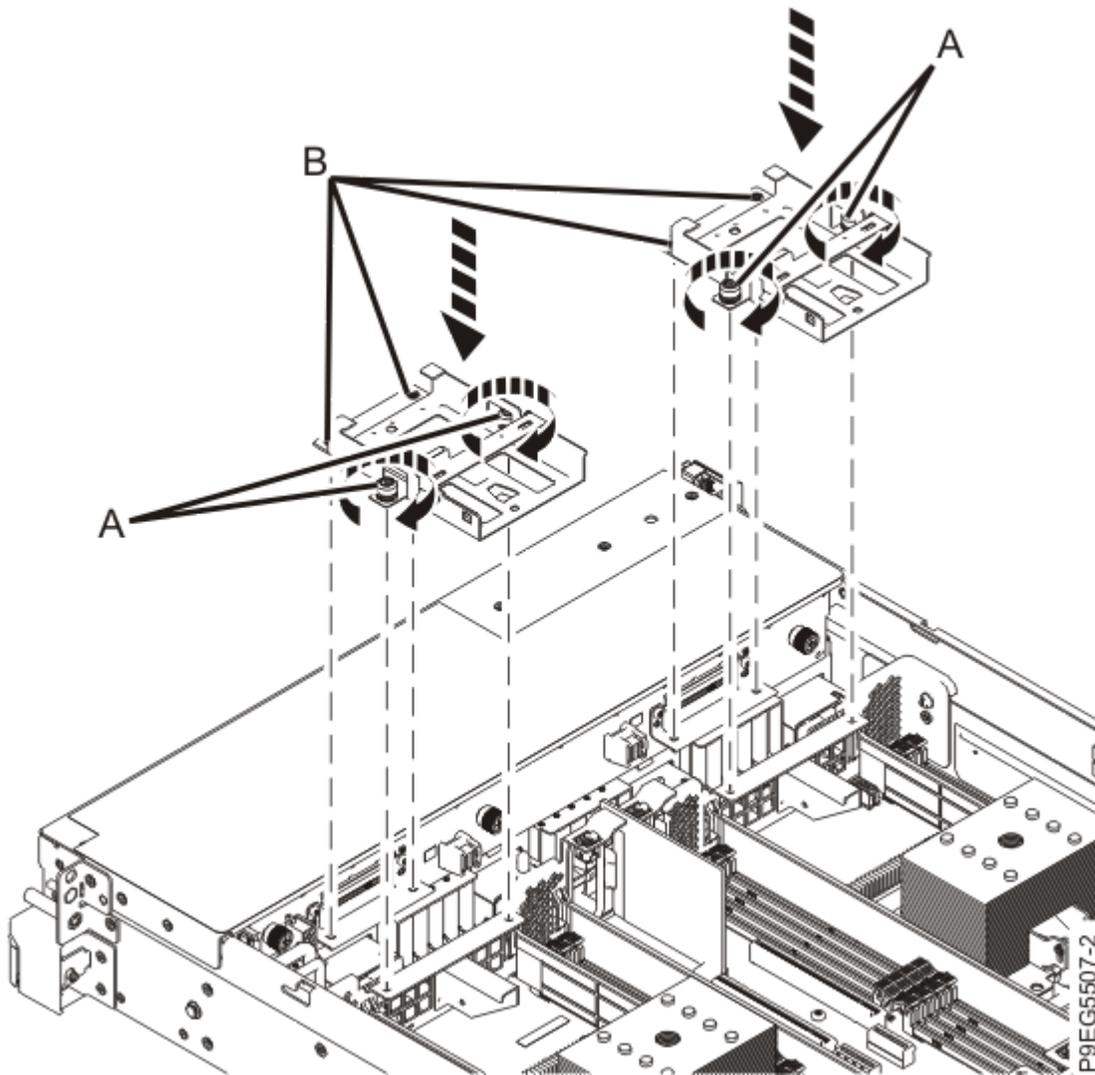

Figure 21. Remise en place des tiroirs d'unité
7. Remettez en place les tiroirs d'unité qui se trouvent sur le système, comme illustré dans la Figure 21, à la page 23.